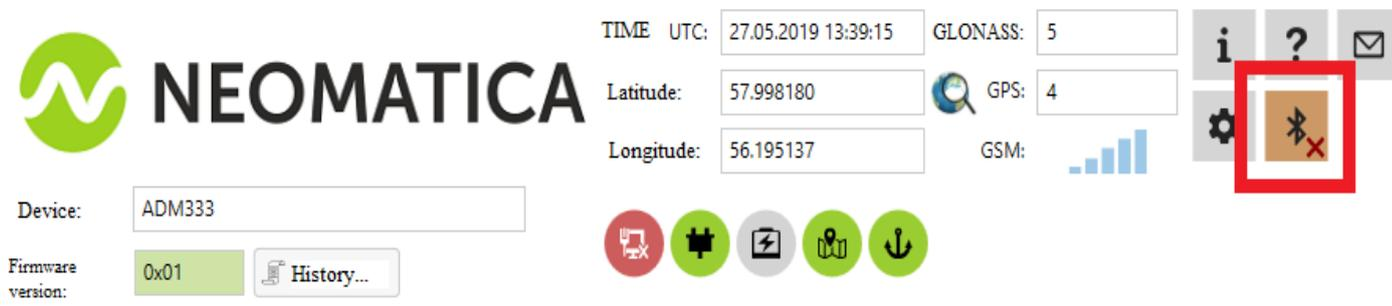

Figura 6 – Configurador ADM: “botón de apagado del dispositivo”
7) Después de configurar el dispositivo o, si se requiere la conexión de otro rastreador, haga clic en "disable device" en la esquina superior derecha del Configurador ADM. El Configurador ADM entrará en modo de espera como se muestra en la Figura 6.